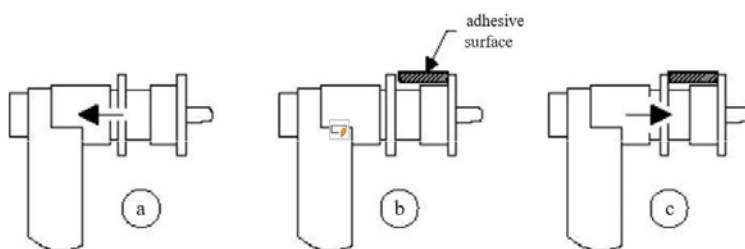

Fig15
2. Påfør vægten, som vises i venstre display (indvendig vægt), på Afstands-/Diameter-sensoren som vist i Fig15.